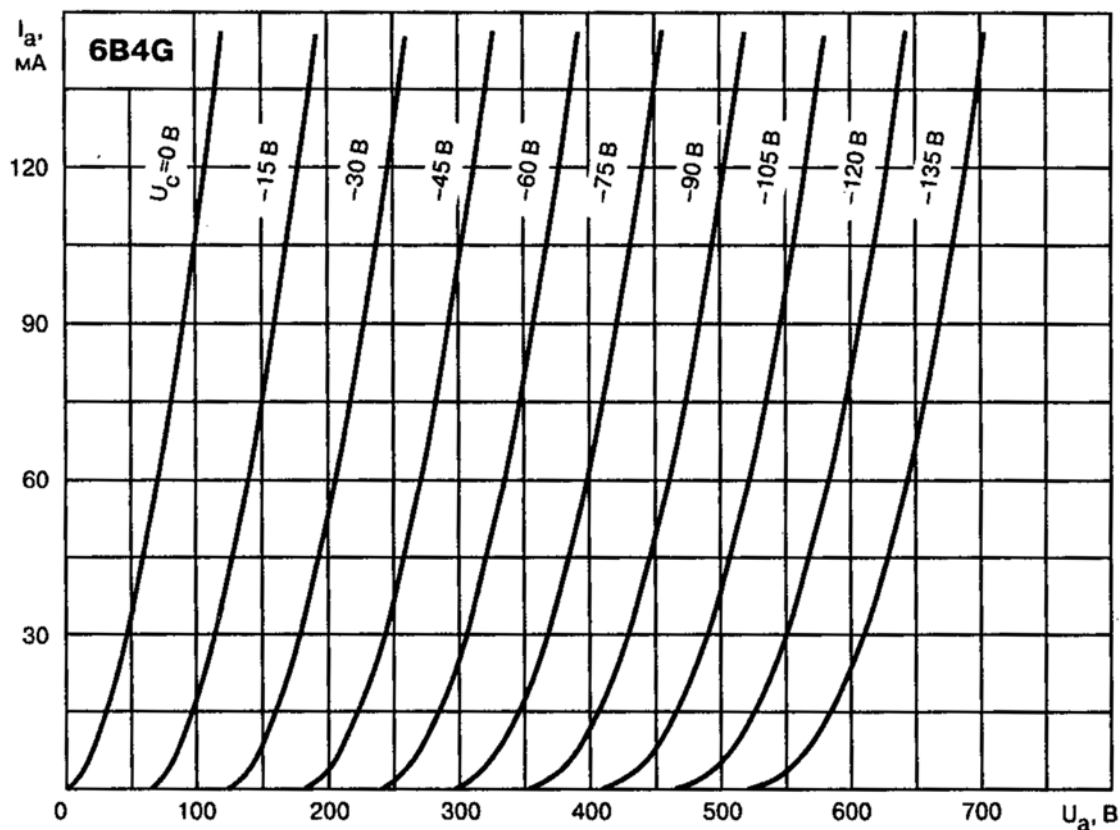

Рис. 3.15. Типовые вольт-амперные характеристики 6B4G
- линейные ВАХ (см. рис. 3.15);